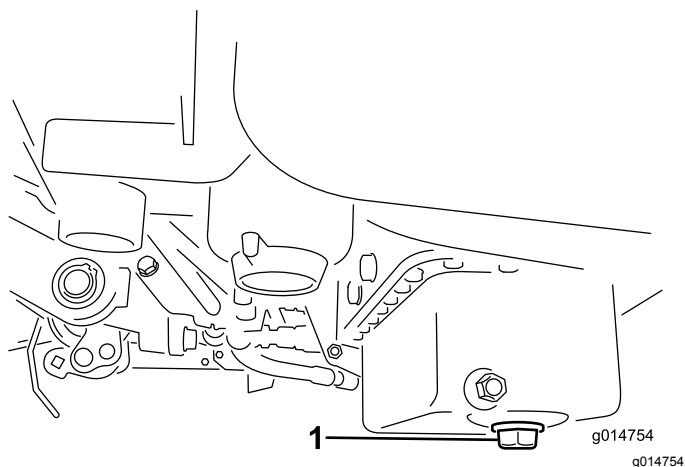

Рисунок 43
- Снимите сливную пробку и дайте маслу вытечь в сливной поддон. Когда масло перестанет течь, установите сливную пробку на место (Рисунок 43).